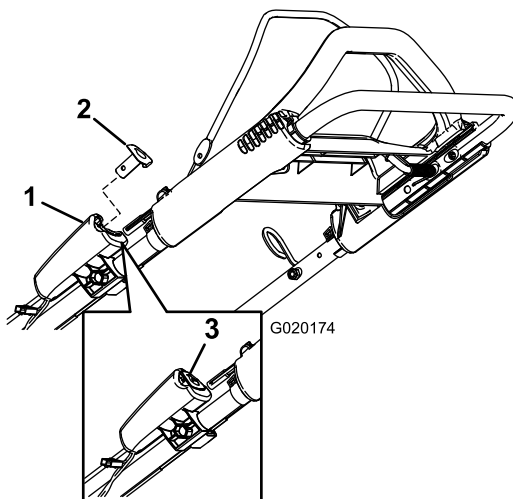
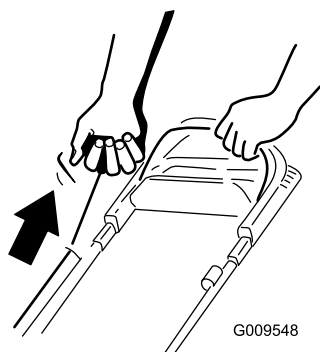

Figura 15
Figura 16
2. Premete il pulsante di avviamento elettrico (Figura 15) o tirate dolcemente la stegola dell'avviatore autoavvolgente (Figura 16) fino ad avvertire una certa resistenza, quindi date uno strappo e lasciate che ritorni lentamente al guidacavo sulla stegola.